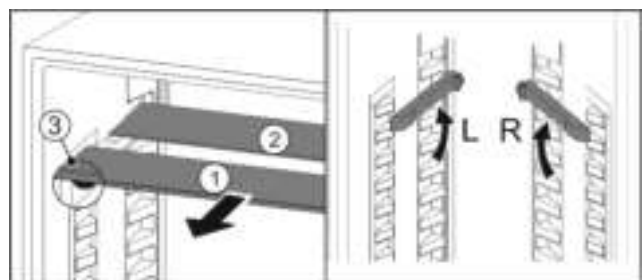

Fig. 20
- Glasplaten afzonderlijk vanaf de voorkant eruit trekken Fig. 20 (1).
- ▷ Glasplaat *Fig. 20 (1)* met de uittrekaanslagen bevindt zich aan de voorkant.
- ▷ Aanslagen zijn naar onder gericht *Fig. 20 (3)*. Apparaten met vriesvak:*